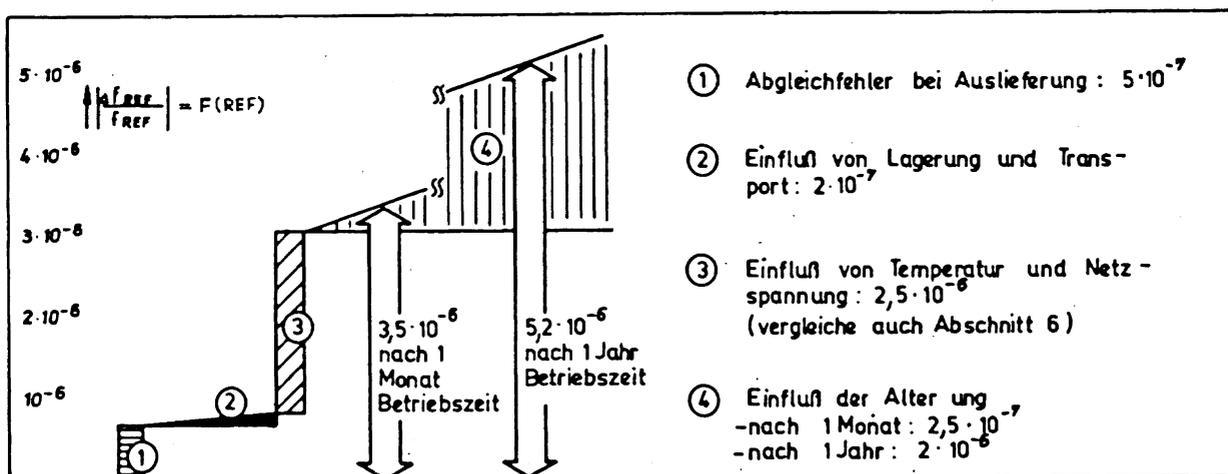

Bild 17: Fehler der internen Referenzfrequenz
- $\Delta f_{REF} / f_{REF}$: relativer Fehler der internen Referenzfrequenz nach Bild 17
Der Fehler der internen Referenzfrequenz ist bereits im vorhergehenden Abschnitt, Bild 17 angegeben worden. Als wesentlicher Fehleranteil war dabei der Einfluß von Temperatur und Netzspannung zu erkennen.